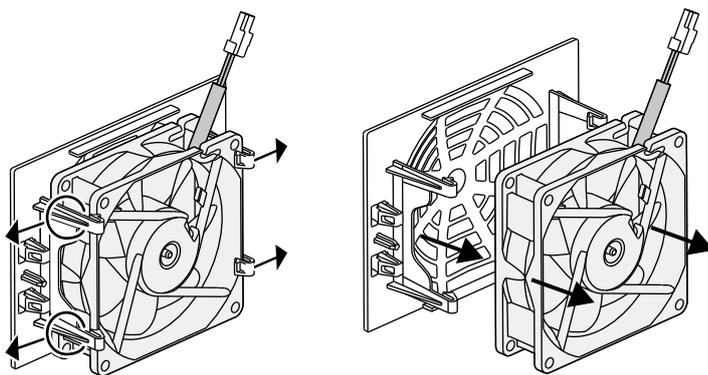

Fig. 71 : Démontage de la grille du ventilateur
5. Il est encore possible de retirer le ventilateur de sa grille. Pour cela, presser légèrement les pattes de fixation vers l'extérieur et extraire le ventilateur.  **Fig. 71**